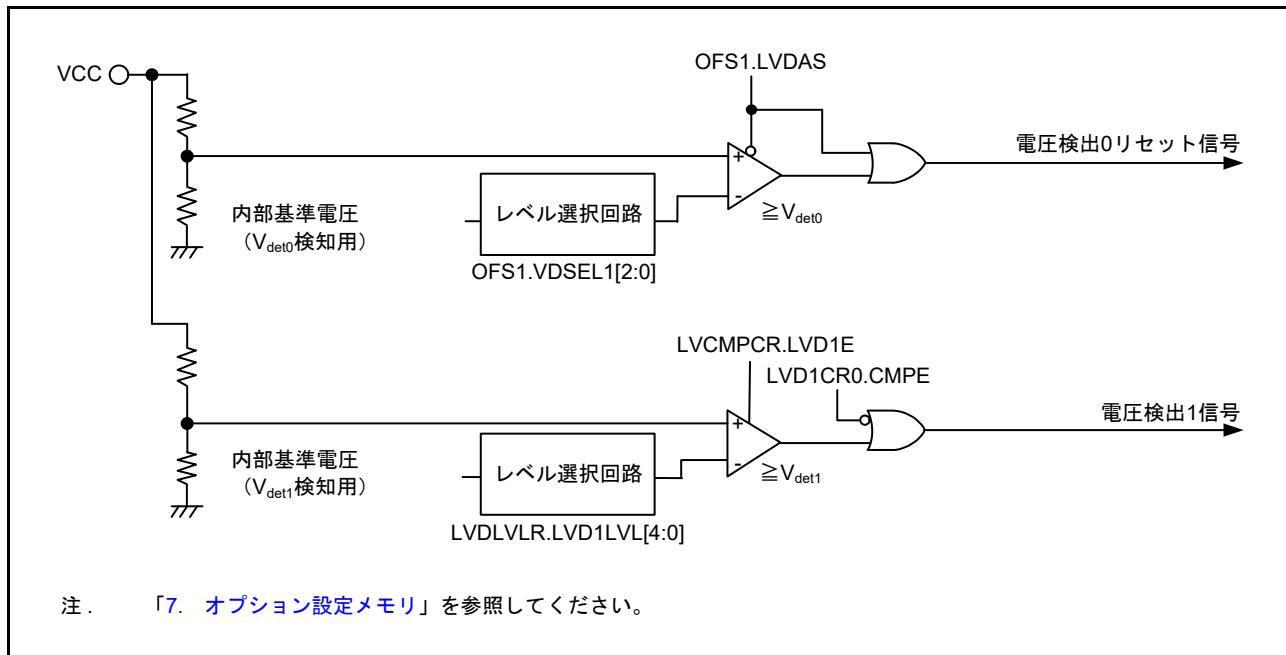
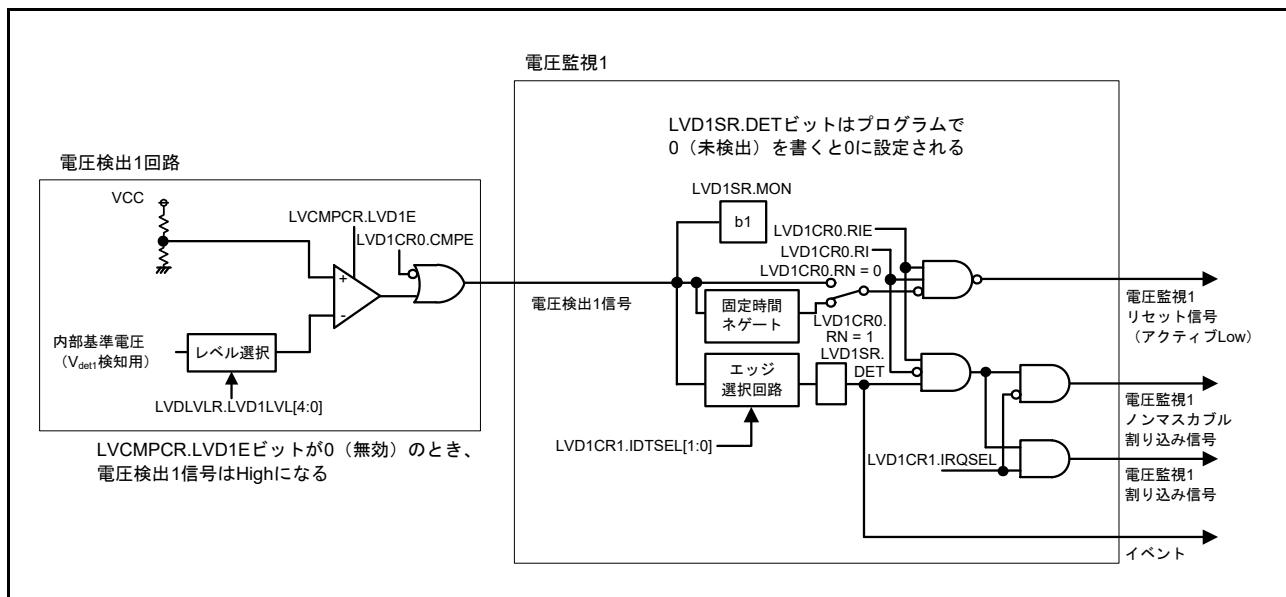

図 8.1 電圧検出 0、1 回路のブロック図
図 8.2 電圧監視 1 割り込み／リセット発生回路のブロック図
**表 8.1** に、LVD の仕様を示します。また、図 8.1 に電圧検出 0、1 回路のブロック図を、図 8.2 に電圧監視 1 割り込み／リセット発生回路のブロック図を示します。